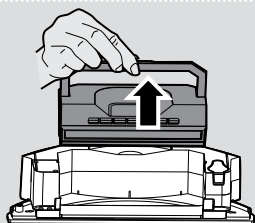
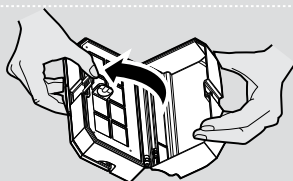
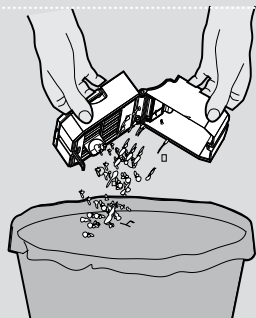
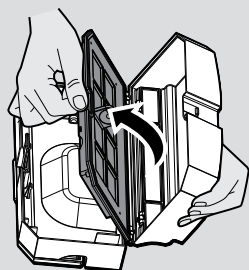

Abb. 10
Abb. 11
Abb. 12
Abb. 13
2. Heben Sie den Staubbehälter am Griff an, [Abb. 10] öffnen Sie den Staubbehälter an der angegebenen Stelle, indem Sie den Clip lösen, [Abb. 11]. Entleeren Sie den Staubbehälter über einem Abfalleimer aus. [Abb. 12]
2. Nehmen Sie den Staubbehälter heraus und entleeren Sie ihn. [Abb. 10,11,12] Öffnen Sie den Staubbehälter Entfernen Sie dann den EPA-Filter vom Filtersieb und reinigen Sie ihn separat. Der Zusammenbau erfolgt in umgekehrter Reihenfolge. Achten Sie dabei darauf, dass der Filter richtig zusammengesetzt wird. [Abb. 13,14]